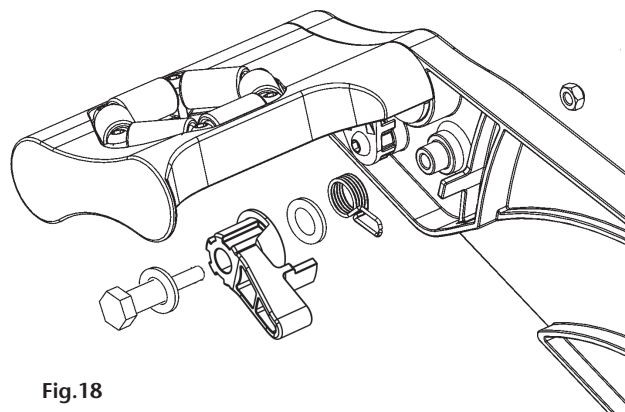

Fig.18
1. Remove the nut that fixes the latch (fig. 18).
1. Quite la tuerca que une el trinquete con el brazo del enrollador (fig. 18).
1. Retirer le boulon qui fixe le cliquet sur le bras de l'enrouleur (fig. 18).
1. Entfernen Sie die Schraubenmuttern, die die Sperrklinke befestigen (Fig. 18).